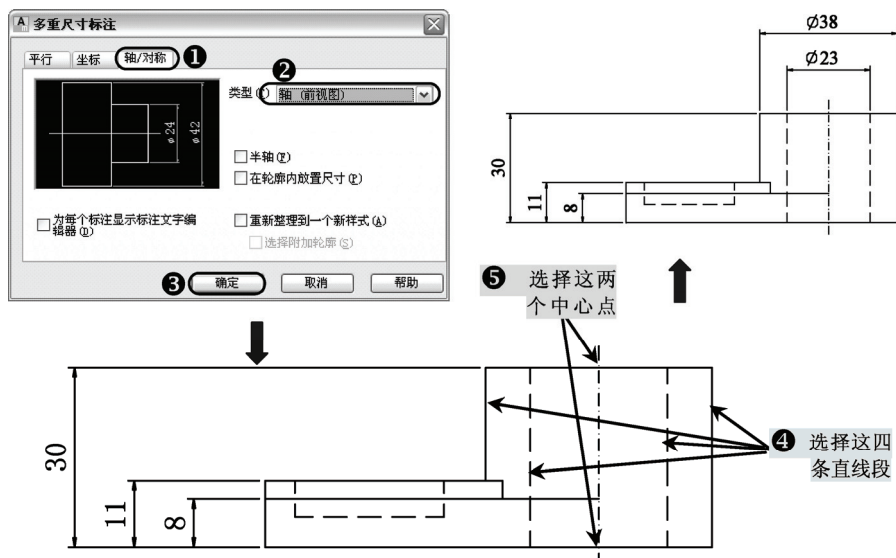

图 4-36 轴多重标注
3) 重复执行“多重标注”命令(amautodim)后，弹出“多重尺寸标注”对话框，依次选择“轴|对称|轴(前视图)”，确定，依图示选择要标注的线段，再选择两个中心点，对“主视图”中两个圆的直径进行标注，如图 4-36 所示。